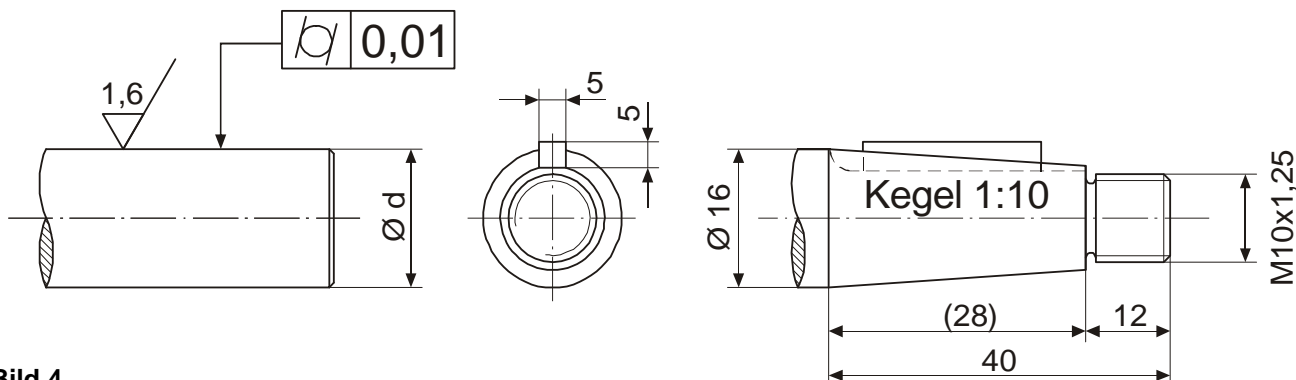

Bild 4
- Die Toleranzen wie in Bild 4 dargestellt sind einzuhalten.